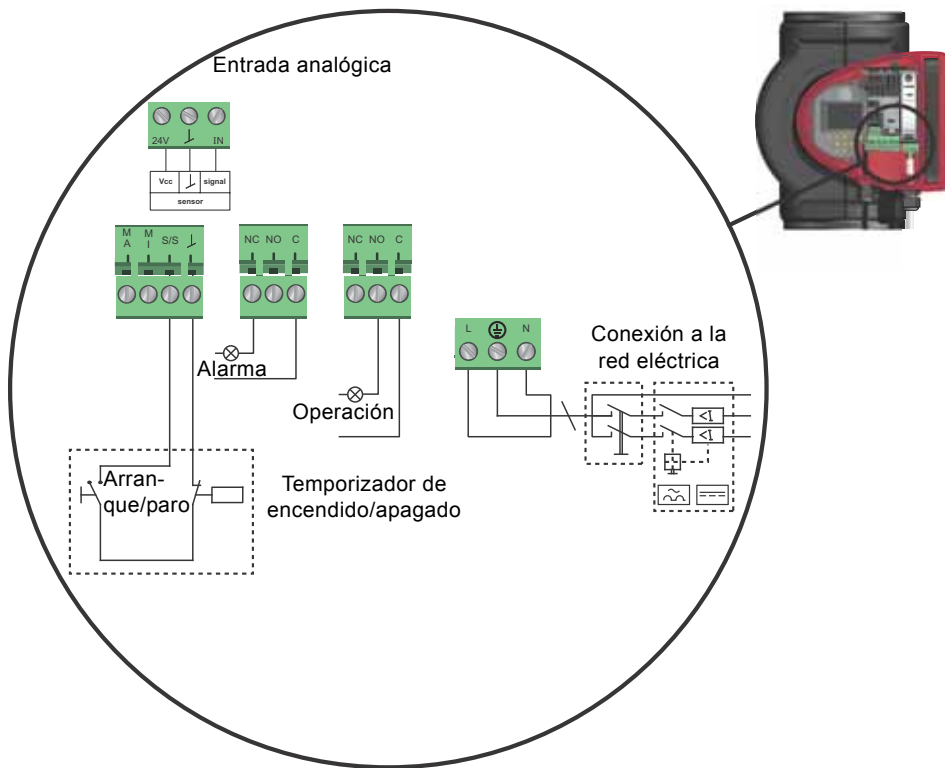

Fig. 15 Ejemplo de conexiones en la caja de control
Consulte la fig. 15, pos. 1.
Consulte la fig. 15, pos. 2.